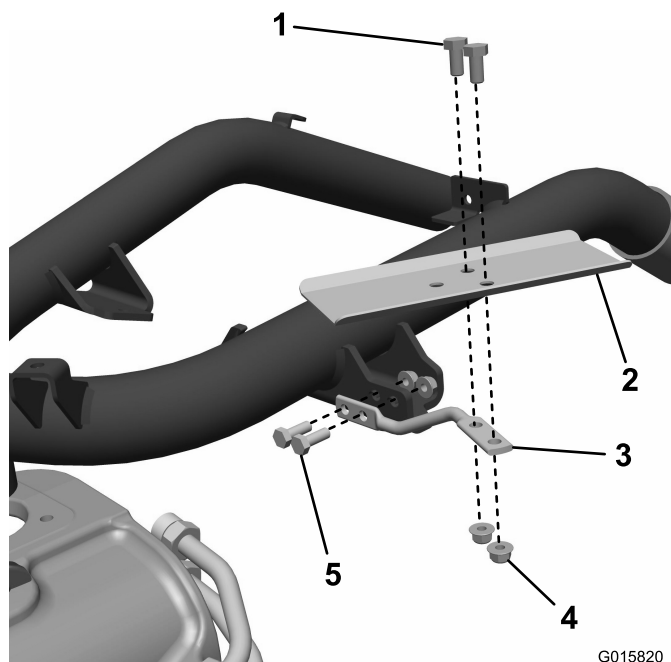

図6
- フレームに金具を取り付けるボルト5/16"2本とナット2個で固定する図6。